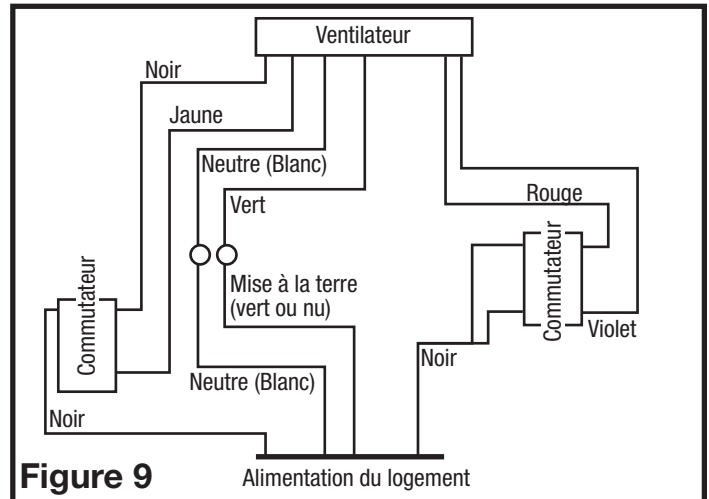

Figure 9
- 3b. À partir de l'endroit où vous avez choisi d'accéder à la boîte de jonction du ventilateur, connectez le fil blanc de la maison au fil blanc du ventilateur. Connectez le fil de la position automatique sur l'interrupteur mural au fil noir du ventilateur, connectez le fil de la position manuelle sur l'interrupteur au fil jaune du ventilateur. Connectez le fil de terre de la maison au fil vert du boîtier du ventilateur (Figure 9). Utilisez des méthodes approuvées pour toutes les connexions.
- 3c. **Câblage des lumières :** Utilisez un interrupteur mural standard correctement mise à la terre, connectez le fil noir de l'alimentation d'un côté de l'interrupteur. Branchez le fil rouge (lumière) du boîtier du ventilateur à l'une des bornes sur le commutateur. Connectez le fil violet (lumière de nuit) du boîtier du ventilateur à un terminal séparé sur l'interrupteur (Figure 9). Utilisez des méthodes approuvées pour toutes les connexions.